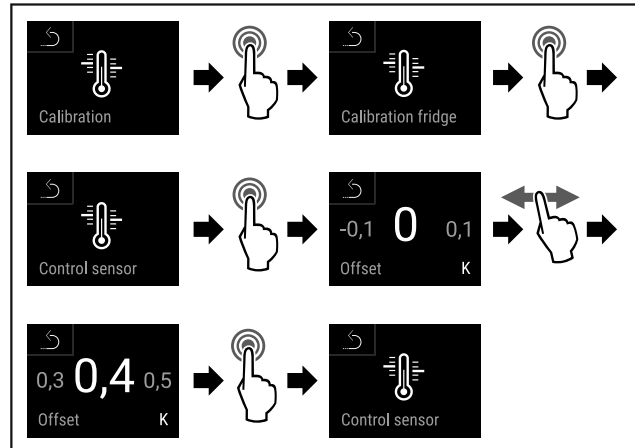

Fig. 138
- ▶ Hajtsa végre a művelet lépéseit (lásd Fig. 138).